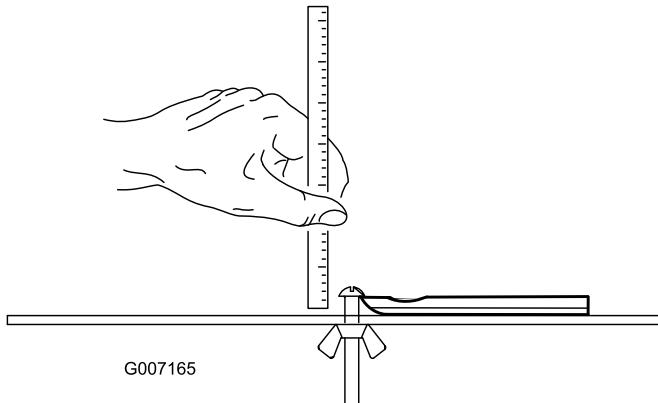

Bild 23
**Hinweis:** Alle Werte für das Untermesserwartungslimit beziehen sich auf die Unterseite des Untermessers (Bild 23)